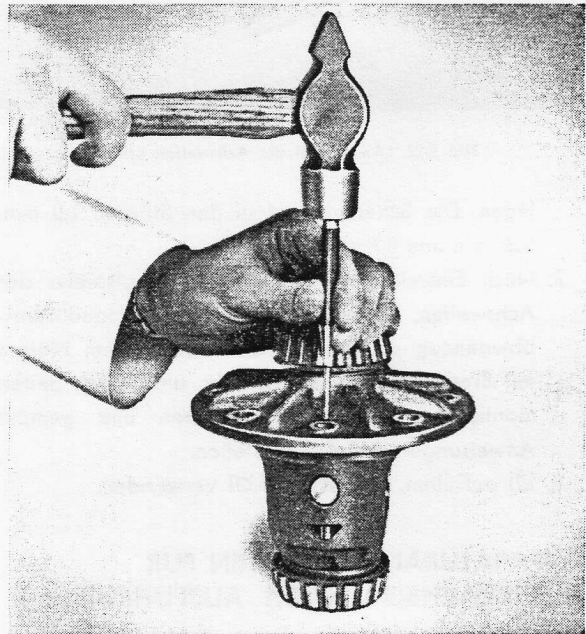

Bild 5-26. Ausbau des Sicherungsstiftes
2. Sicherungsstift (27) herausschlagen, siehe Bild 5-26, und Ausgleichräderbolzen (28. Bild 5-56) herausziehen. Abstandstück (29) herausnehmen. Ausgleichkegelräder (36), Achswellenräder (33), sowie Anlaufscheiben (34 u. 37) herausnehmen.